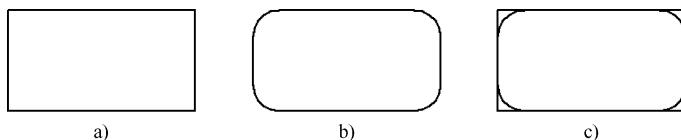

图 5-31 圆角示例
- “修剪”：用于确定圆角时的边角是否剪切。结果如图 5-31 所示。